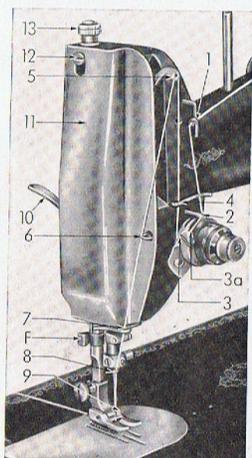

Abb. 10 Das Einfädeln
**Das Einfädeln des Nadelfadens** (Abb. 10). Man stecke die Garnrolle auf den rechten Garnrollenstift.
**Das Wegnehmen der Näharbeit.** Sobald der Fadenanzughebel seine höchste Stellung erreicht hat, stelle man den Presserfuß hoch, ziehe den Stoff nach links hinten von sich weg, führe die Fäden über den Fadenabschneider F (Abb. 10) und ziehe sie leicht an, um sie abzuschneiden. Die Fadenenden lege man wie zu Beginn des Nähens wieder nach hinten unter den Presserfuß.
**Das Regeln des Presserfuß-Druckes auf die Arbeit.** Für gewöhnliche Näharbeiten braucht der Druck auf den Stoff nur selten verändert zu werden. Beim Nähen von feinen Seiden oder leichter Stoffe verringere man den Druck, indem man die Presserdruck-Regulierungsknopfschraube 13 (Abb. 10) zwei oder drei volle Umdrehungen aufwärts, also linksherum dreht. Zur Verstärkung des Druckes drehe man sie rechtsherum in die Maschine hinein.